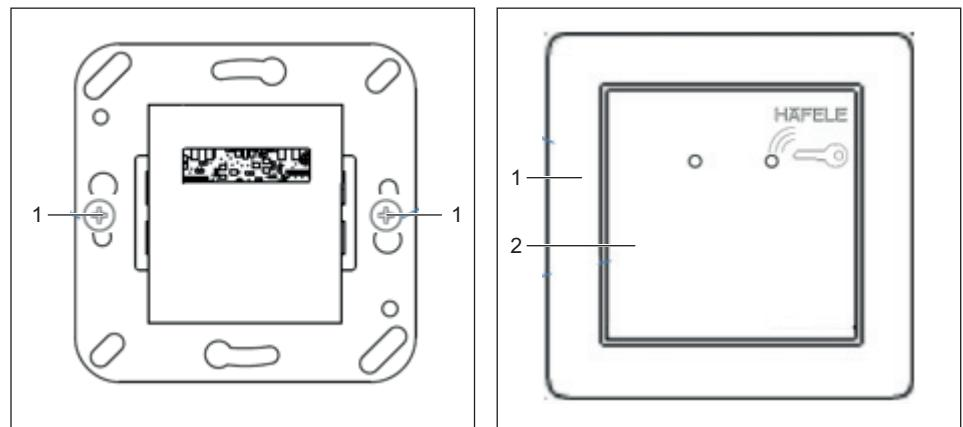

Abb. 16: Leser WRU 220 in Schalterdose
3. Den Leser in die vorinstallierte Schalterdose montieren (Abb. 16).